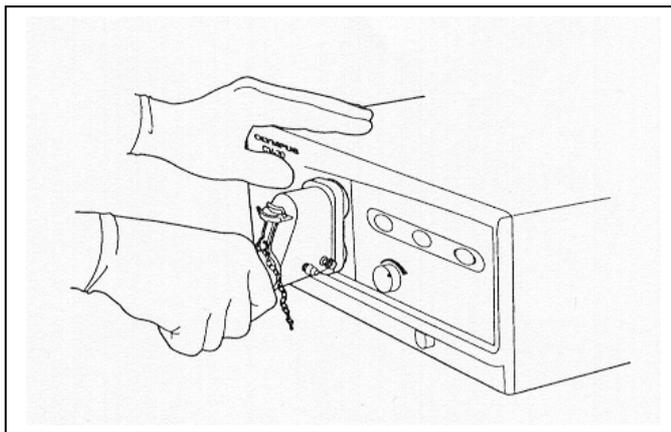

Рисунок 3.10
1. Убедитесь, что питание видеосистемного центра отключено (выключатель находится в положении OFF (откл.)). Полностью вставьте разъем эндоскопа в гнездо видеосистемного центра до характерного щелчка (См. рисунок 3.10). Слегка потяните разъем эндоскопа на себя и убедитесь, что разъем эндоскопа и гнездо видеосистемного центра не разъединились.